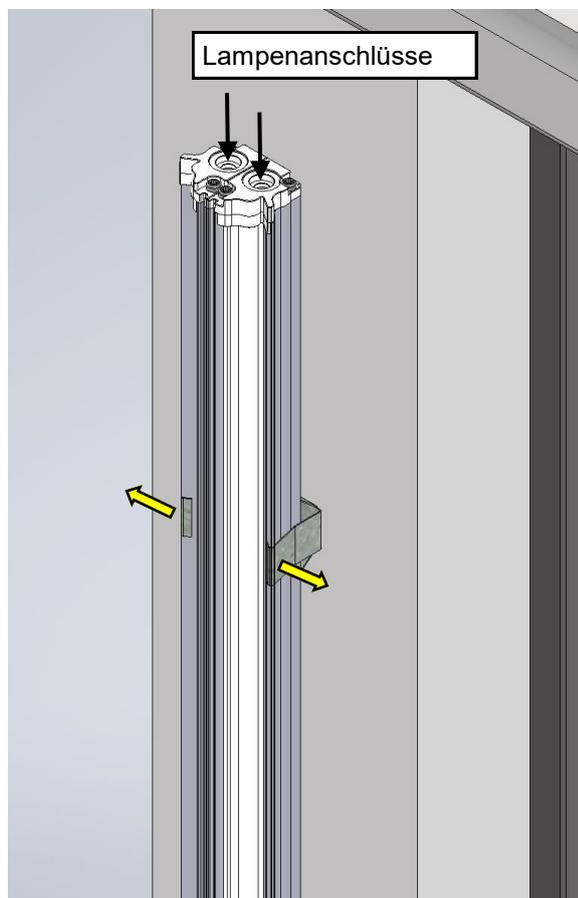

Abb. 3a
4. Hängen Sie die Lampe aus den Befestigungsfedern aus und üben Sie dabei leichten Druck zu den Seiten aus, um die Lampe zu lösen (**Abb. 3a-3b**);